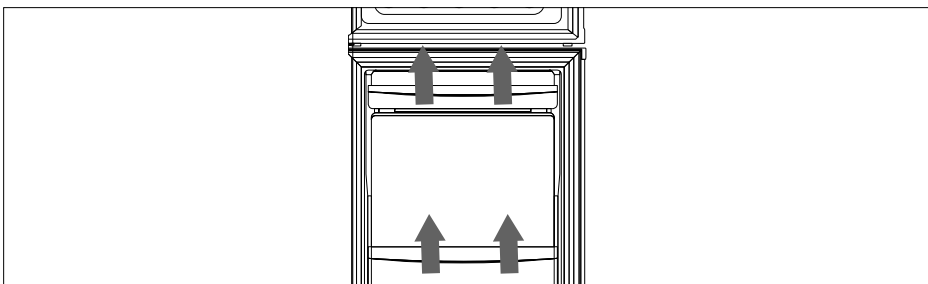

Abb. 19
- ▶ Heben Sie das Türfach (4/6) an (siehe **Abb. 19**), um es herauszunehmen.